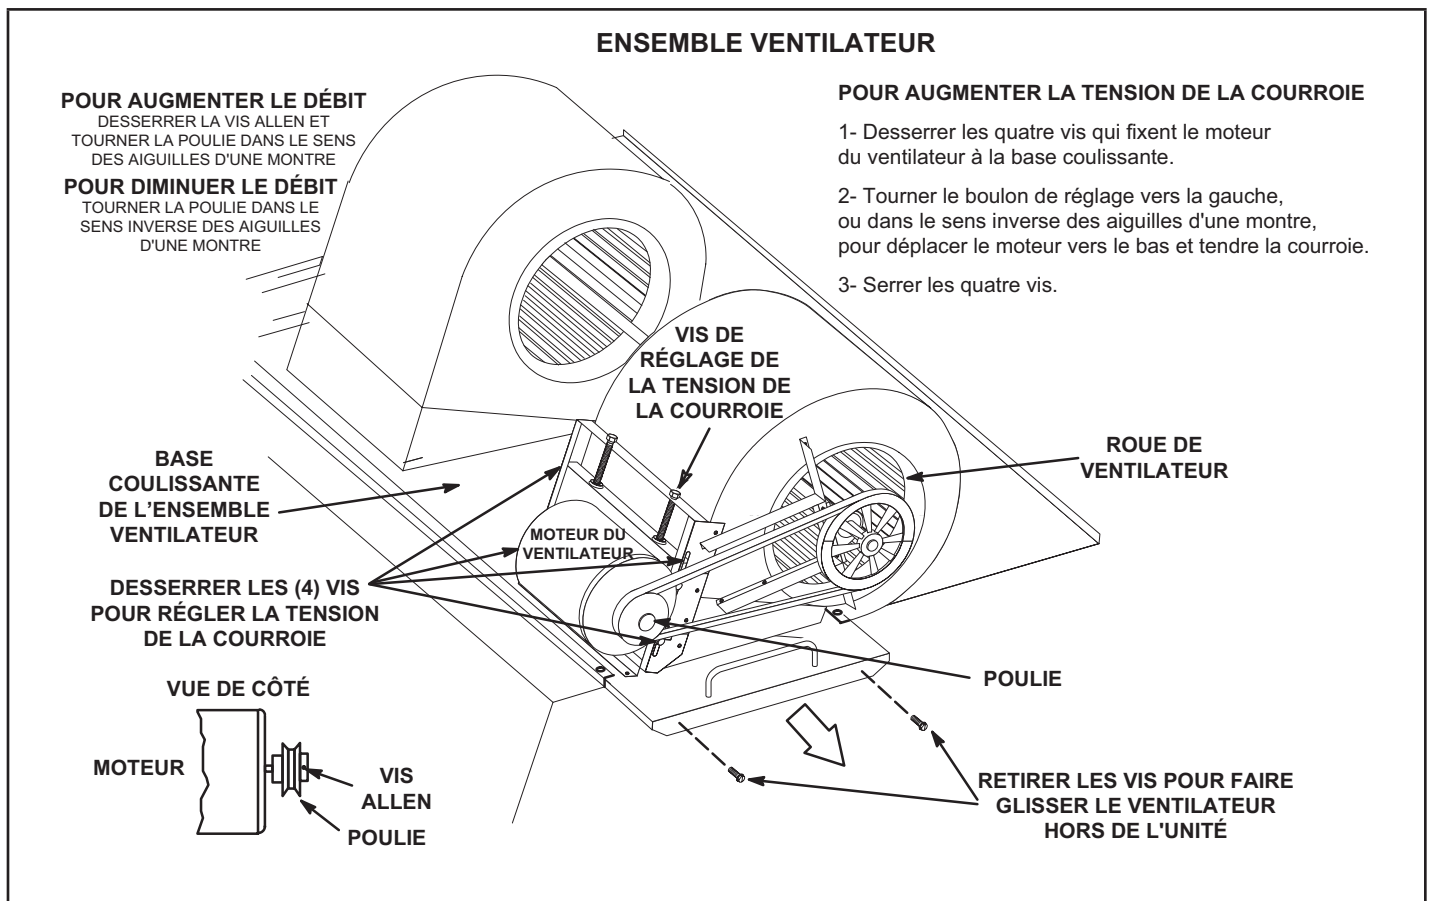

FIGURE 14
- 2 - Retirer les vis situées de chaque côté de la base coulissante de l'ensemble ventilateur. Voir FIGURE 14.
4 - La vitesse du ventilateur peut être réglée au niveau de la poulie du moteur. Desserrer la vis Allen et tourner la poulie réglable dans le sens des aiguilles d'une montre pour augmenter le débit. Tourner dans le sens inverse des aiguilles d'une montre pour diminuer le débit. Voir FIGURE 14. Ne pas dépasser les nombres minimum et maximum de tours de poulie indiqués au TABLE 6.
- 1 - Desserrer les quatre vis qui fixent le moteur du ventilateur à la base coulissante. Voir FIGURE 14.